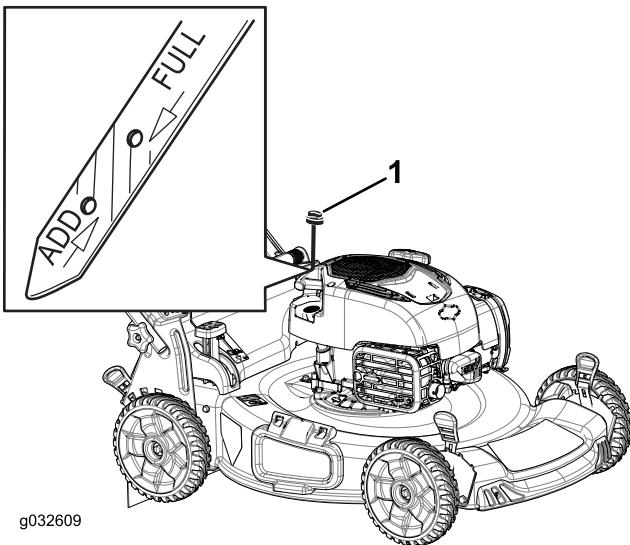

Figura 10
- Togliete l'asta di livello (Figura 10).
2. Versate lentamente l'olio nel tubo di riempimento finché non raggiunge il segno di pieno sull'asta (Figura 10). **Non riempite troppo.**